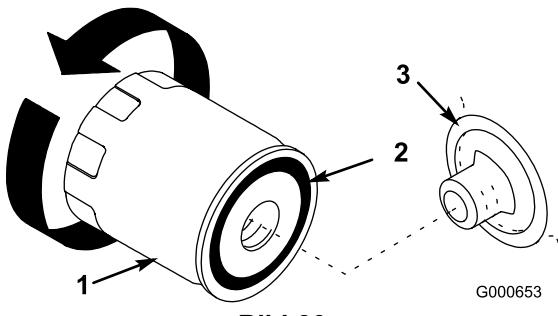

Bild 30
- Entfernen Sie den Altfilter und wischen die Dichtfläche am Anbaustutzen (Bild 30) ab.
11. Ölen Sie die Gummidichtung am Ersatzfilter leicht mit Frischöl ein (Bild 30).
12. Setzen Sie den Ersatzölfilter auf den Anbaustutzen auf. Drehen Sie den Ölfilter nach rechts, bis die Gummidichtung den Anbaustutzen berührt. Ziehen Sie ihn dann um eine weitere 1/2 Umdrehung fester (Bild 30).